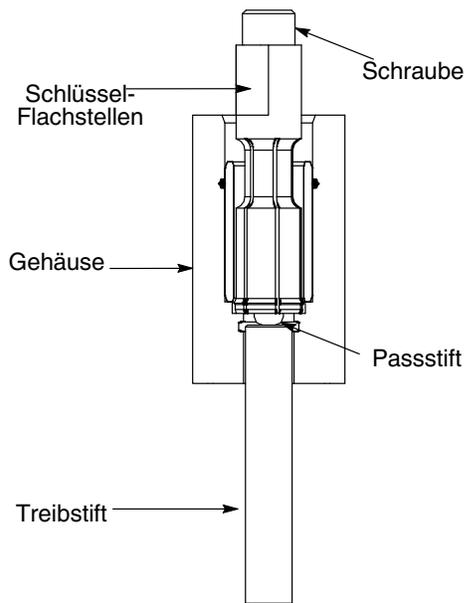

Abb. 14 Werkzeug ansetzen
6. Siehe Abb. 14. Flachstellen am Werkzeug mit einem Schlüssel halten. Schraube anziehen, bis der Schraubenkopf das Werkzeug berührt.